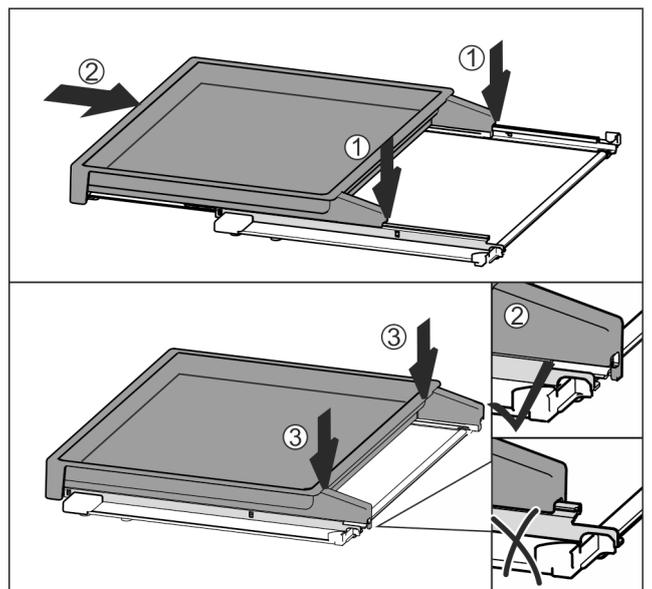

Fig. 37
- ▶ Mittig auf Schienen aufsetzen *Fig. 37 (1)*.
- ▶ Auszugsbord vollständig einschieben *Fig. 37 (2)*.
- ▶ An hinterer Seite drücken bis es hörbar einrastet *Fig. 37 (3)*.